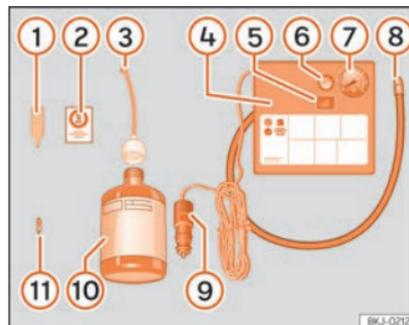

Fig. 65 Représentation standard : contenu du kit anticrevaison.
- Dévissez le capuchon et l'obus de la valve du pneu. Utilisez l'appareil » **fig. 65 ①** pour extraire l'obus. Placez-le sur une surface propre.
- Agitez fortement la bouteille de produit de colmatage des pneus » **fig. 65 ⑩**.
- Vissez le tuyau de gonflage » **fig. 65 ③** sur la bouteille de produit de colmatage. Le »
- Retirez le bouchon du tuyau de remplissage » fig. 65 ③, puis vissez l'extrémité ouverte du tuyau sur la valve du pneu.
- Placez de nouveau l'obus de valve sur la valve du pneu avec l'outil » fig. 65 ①.
- Vissez le tuyau de gonflage du pneu du compresseur » fig. 65 ⑧ sur la valve du pneu.
- Vérifiez si la vis d'évacuation d'air est serrée » fig. 65 ⑥.
- Branchez le connecteur » fig. 65 ⑨ à une prise de courant de 12 volts du véhicule » page 193.
- Raccordez le compresseur d'air au commutateur ON/OFF » fig. 65 ⑤.